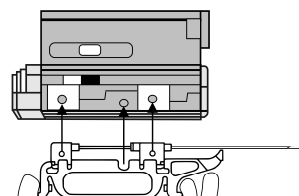

図 3
- b) 本品のニードルキャリアの突起に、ニードルのハブの穴を合わせて本品にニードルを装着する (図 3)。
- c) ニードルの方向や位置を変えないように注意しながら、ニードルのハブの穴に本品のニードルキャリアの突起を合わせて本品にニードルを装着する（図3参照）。